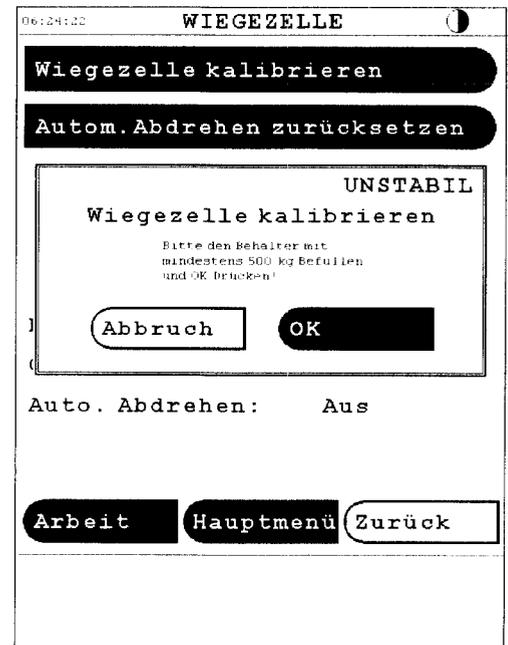

Fig. 30
- Warten bis im Menü *STABIL* aufblinkt, die **OK** Taste drücken. (Fig. 30)